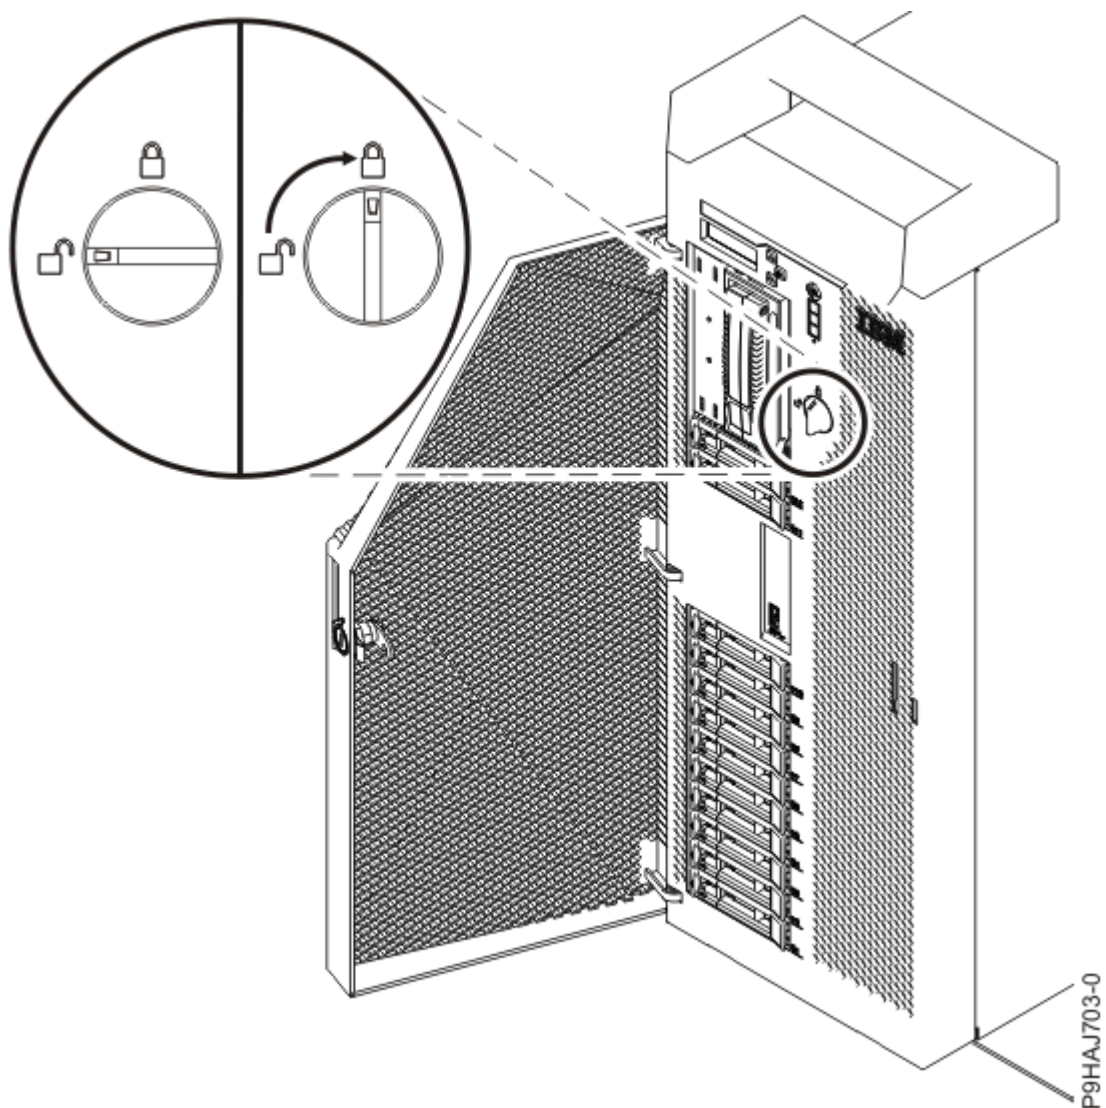

Figure 14. Fermeture du loquet de couvercle avant
- d) Tournez le loquet du couvercle vers la droite (dans le sens des aiguilles d'une montre) afin de verrouiller le couvercle. comme illustré dans la Figure 14, à la page 17.